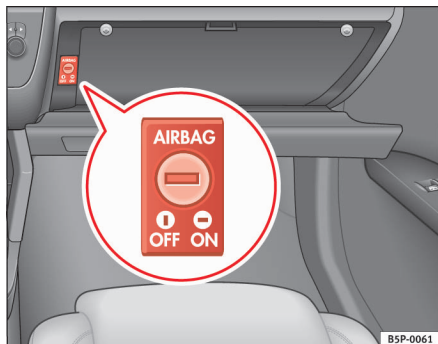

Fig. 26 I handskerummet: nøglekontakt til til- og frakobling af forsædepassagerens airbag
- Drej nøglekontakten i handskerummet til position **OFF** ⇒ fig. 26 med tændingsnøglen.
- Drej nøglekontakten i handskerummet til position **ON** ⇒ fig. 26 med tændingsnøglen. ▶